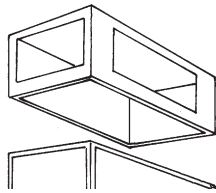

Fig.1
- del tipo "plenum", con cuatro aberturas laterales regulables girando aletas móviles para guiar el flujo de aire caliente en la dirección deseada (Fig.1).
El panel de mando del aire puede ser substituido con un panel a 2 o 4 vías, si se desea subdividir el flujo caliente con canalizaciones flexibles: en este caso se debe desmontar el panel de mando original quitando los tornillos que lo unen a la estructura del generador y en su lugar montar el panel a 2/4 vías. Como otra alternativa el panel de mando del aire puede ser substituido con el grupo tipo "plenum" (Fig.1).